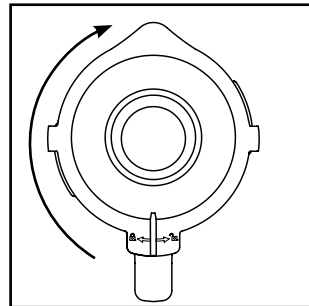

Fig.2
4) Volte a colocar a tampa ❷ desalinhada no copo misturador ❸ e pressione-a firmemente. Feche a tampa ❷, rodando-a no sentido dos ponteiros do relógio, para a posição ❸, até ela encaixar de forma audível (ver fig. 2).